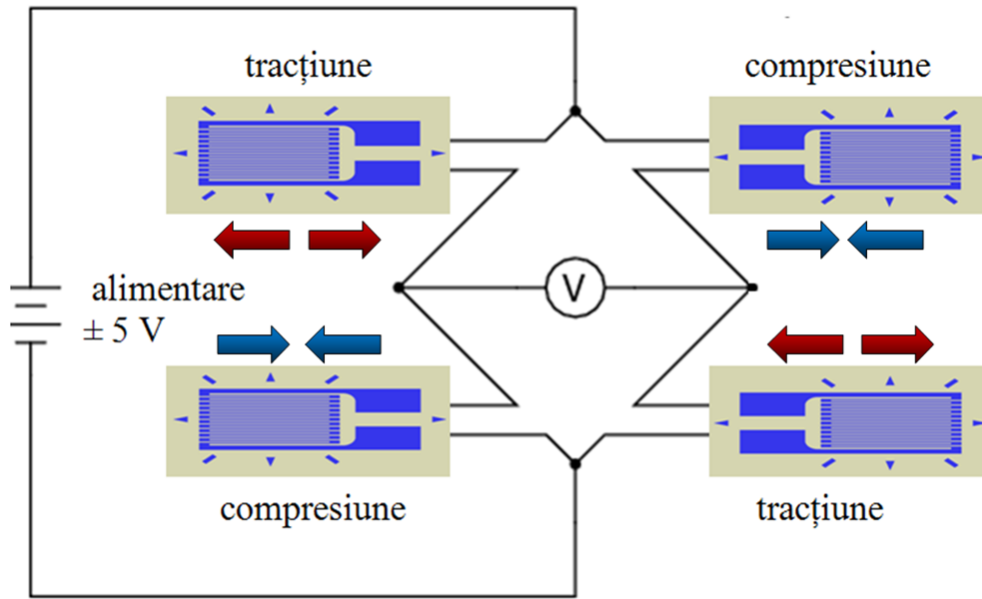

Fig.6
3. Traductoarele TER integrate în structura construită se conectează într-un circuit de măsurare (punte Wheatstone de c.c. în variantele sfert, semi și punte completă) (vezi cursul 8, vezi cursul SAIIV). TREBUIE RETINUT PENTRU CONSTRUCTIA CIRCUITULUI: SEMNALELE DIN BRATE ADIACENTE SE SCAD IAR DIN BRATELE OPUSE SE ADUNA !!!! (fig.6)